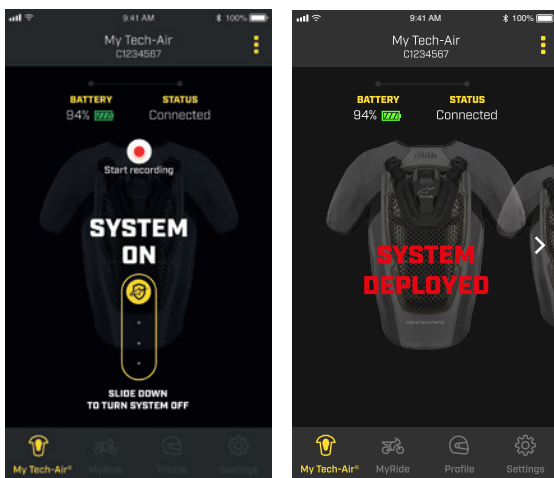

Figure 12
Lorsque le mode « System On » est activé et, par conséquent, pour des raisons de sécurité, l'utilisateur ne peut pas accéder à la plupart des fonctions de l'application. Dans le cas où le système doit être désactivé par l'utilisateur, comme lors d'une session de conduite intense hors route, le système peut être désactivé à l'aide de l'icône glisser sur l'application (comme illustré à la Figure 12). Pour ce faire, ouvrir et fermer le rabat avant (2).
L'application informera l'utilisateur lorsqu'il ne reste qu'un seul déploiement avant l'entretien complet obligatoire. En cas de déploiement, l'application affichera l'état pertinent comme illustré à la figure 12.